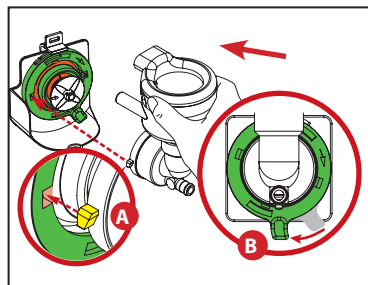

図4
3. マウンティングプレートを時計回りに回して、ミキサー穴を3時と9時の位置に合わせます。ミキシングボウルの位置を合わせてガイドフックをプレートに通し、枠にはめ込みます(A)。マウンティングプレートを時計回りに回してタブをロック位置(B)にし、ミキシングボウルを所定の位置にロックします。（図4を参照）